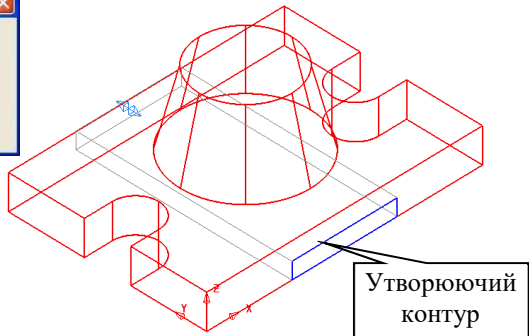

Рисунок 5.8 - Формування вирізу
- Використовуючи функцію «Створити виріз» в випадаючому меню твердотільного моделювальника побудуйте наскрізний виріз в напрямку осі Y в нижній частині основи деталі (Рис. 5.8).